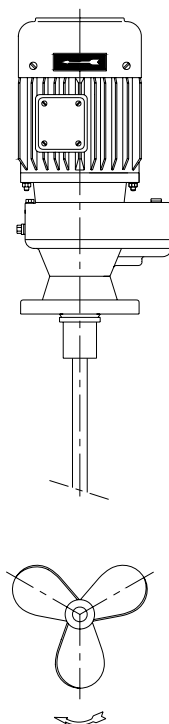

Figure 5.1
- Vérifier que le sens de rotation de l'hélice est correct (sens de rotation horaire vu du côté de l'actionnement). Voir figure 5.1.